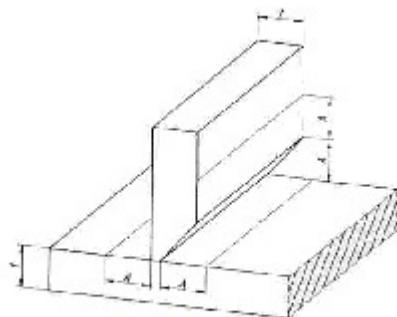

Bild 2
- Als kombinierte Dicke d_k wird nach DIN EN 1011-2 die Summe der mittleren Dicke des Grundwerkstoffes innerhalb eines Abstandes von 75 mm von der Schmelzlinie festgelegt (siehe Bild 2)